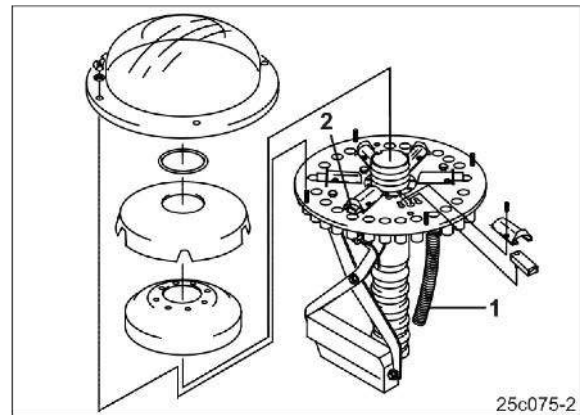

Рис. 123
- Семяпроводы (Рис. 123/1) сошников тех-колеи должны быть закреплены на тех выпускных отверстиях, которые могут закрываться при помощи заслонок (Рис. 123/2).
Для создания двух колеи в распределительной головке может закрываться следующее количество заслонок на одну колею (Рис. 123/2):
- Неиспользуемые заслонки (Рис. 123/2) деактивируйте.